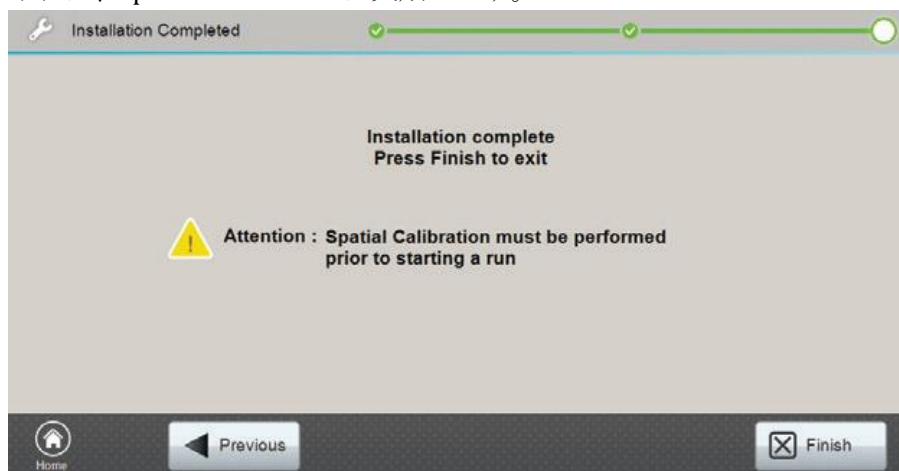

図 38 キャピラリーカートリッジの **Installation Completed** 画面
13. **Installation Completed** 画面がキャピラリーカートリッジの取り付けが完了したことを表示します（図 38）。この画面では新しいキャピラリーカートリッジでランを開始する前に **spatial calibration** が実施されなければならないことを表示しています（セクション 4.1 を参照）。
14. Installation Completed 画面（図 38）の **Finish** ボタンを押してください。
6. Installation Completed 画面（図 38）の **Finish** のボタンを押してください。